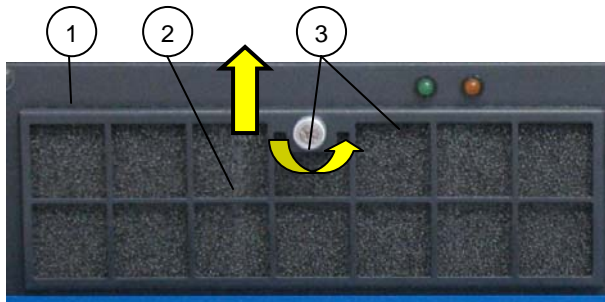

Abb. 22: Platzierung der Filtermatte
Die Filtermatte (Abb. 22, Pos. 2) ist im Filtermattenhalter (Abb. 22, Pos. 3) an der Frontseite des Systems eingesetzt. Die Verschmutzung der Filtermatte ist durch die Verschmutzung der betrieblichen Umgebung bedingt. Wenn die Filtermatte zu stark verschmutzt ist, kann es zu übermäßigen Erwärmung des Geräts führen. Deshalb empfehlen wir, die Filtermatte entsprechend ihres Verschmutzungsgrads so oft es nötig ist zu reinigen. Die Filtermatte kann während des Betriebs ersetzt werden.
2. Lösen Sie die Rändelschraube (Abb. 22, Pos. 3), welche den Filtermattenhalter an das Gehäuse befestigt.
3. Ziehen Sie den Filtermattenhalter in die Pfeilrichtung (siehe Abb. 22) und heben Sie ihn ab.